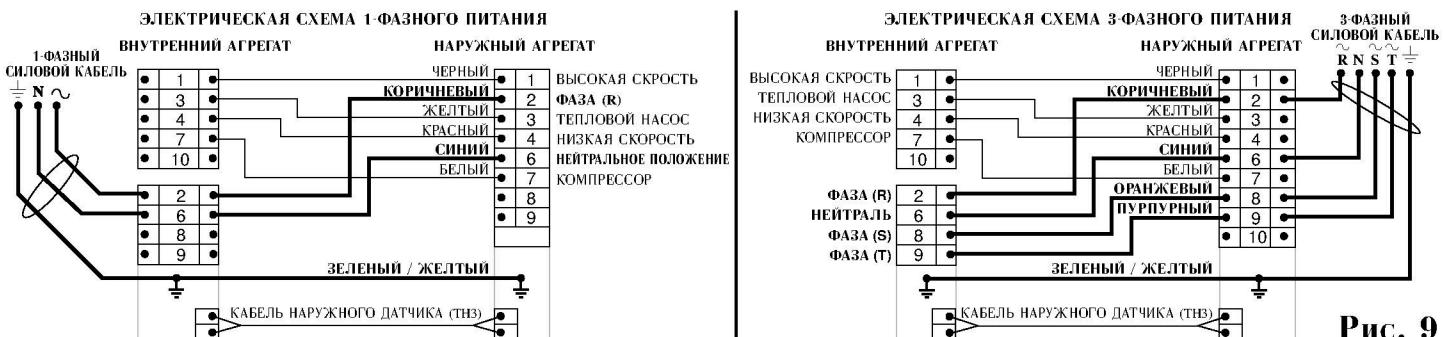

Рис. 9
- Установите настенный пульт ① на расстоянии до 8 метров от блока управления. Выберите такое положение, в котором пульт мог бы получать команды из любой точки комнаты.
- Подключите кабель ② к настенному пульту. Второй конец кабеля подключите в соответствующем месте (помеченном "DISPLAY" - дисплей) блока управления.
- Подключите электрический кабель соединения агрегатов к клеммной коробке ③, вставив защищенные концы проводов (8 мм) с помощью отвертки. Следите за тем, чтобы провода были подсоединенны в соответствии с монтажной схемой, приведенной на рис. 9.
- Подсоедините клеммы, входящие в комплект к проводам кабеля соединения агрегатов. Подсоедините провода к клеммному блоку в соответствии с цветовыми обозначениями, приведенными на рис. 9.